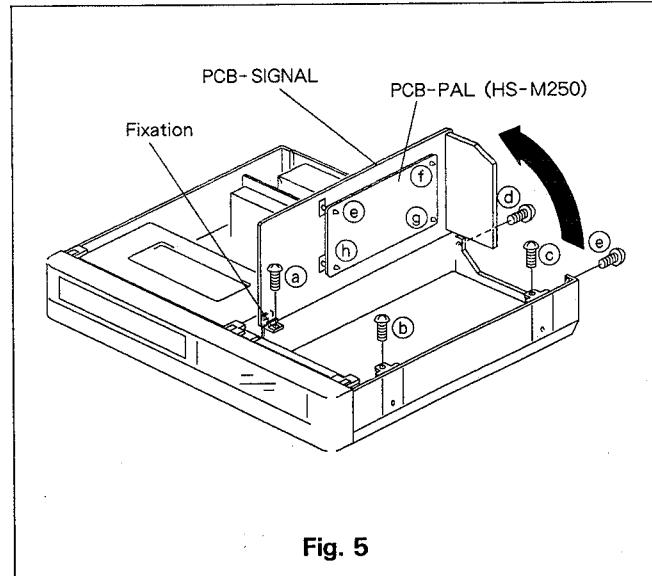

Fig. 5
- Dévisser les cinq vis de (Ⓐ à Ⓥ) comme le montre la Fig. 5.
- Positionner la platine signal dans les encoches du chassis comme le montre la Fig. 5.
- Débloquer les quatre supports (① à ④) qui maintiennent la platine PAL comme montré en Fig. 5.